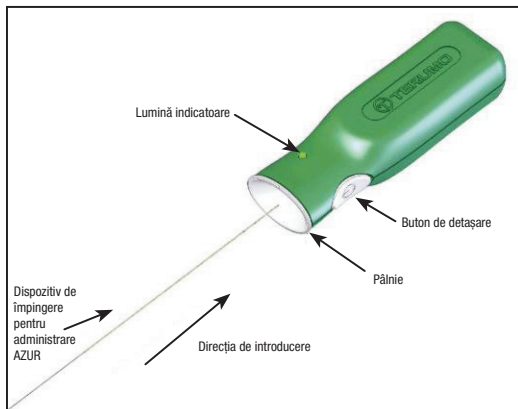

Figura 2 – Dispozitiv pentru controlul desprinderii AZUR
14. Înainte de a utiliza dispozitivul, îndepărtați capătul proximal al dispozitivului de împingere pentru administrare din bucla de ambalare. Procedați cu atenție pentru a nu contamina acest capăt al dispozitivului de împingere cu substanțe străine cum ar fi sânge sau agent de contrast. Introduceți ferm capătul proximal al dispozitivului de împingere în secțiunea pânii a dispozitivului pentru controlul desprinderii AZUR. Consultați figura 2. **Nu apăsați butonul de detașare în acest moment.**
31. Conectați capătul proximal al dispozitivului de împingere la dispozitivul de control al detașării AZUR prin împingere fermă în secțiunea pălăie a acestuia. Consultați figura 2.